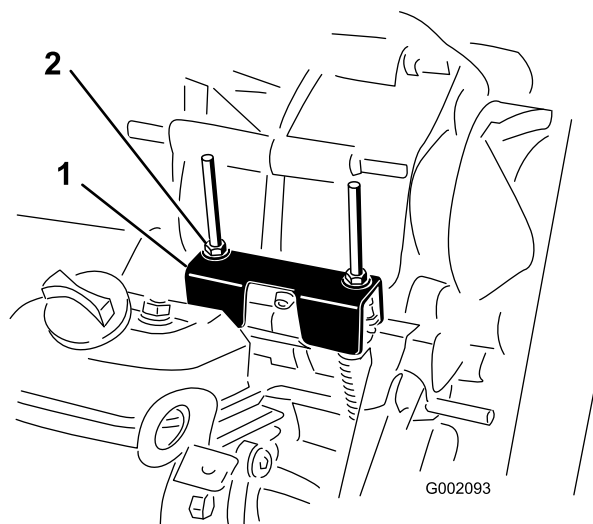

Figura 58
Sempre que for necessário efetuar operações de manutenção programada e/ou diagnósticos do motor, deverá colocar o conjunto eixo-transmissão na posição NEUTRA (Figura 58). A alavanca de mudanças da máquina possui uma posição de PONTO MORTO que controla a posição neutra do conjunto eixo-transmissão. Realize os passos seguintes para se certificar de que a alavanca de mudanças controla a posição neutra do conjunto de forma correta:
- Certifique-se de que o suporte neutro está na posição {PONTO MORTO (ao nível do suporte do cabo ao capot situado por baixo do suporte das mudanças), rodando a embraiagem (Figura 58).
- Rode uma das porcas de bloqueio (Figura 58) para conseguir 0,76 a 1,52 mm de folga entre a parte inferior da porca/anilha e o suporte neutro.